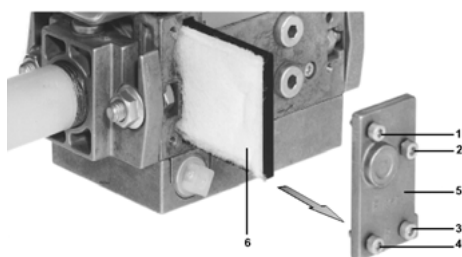

Рис. 22
- 2 Отвинтите винты 1 ÷ 4 шестигранным ключом № 3 и снимите крышку фильтра 5 на Рис. 22.